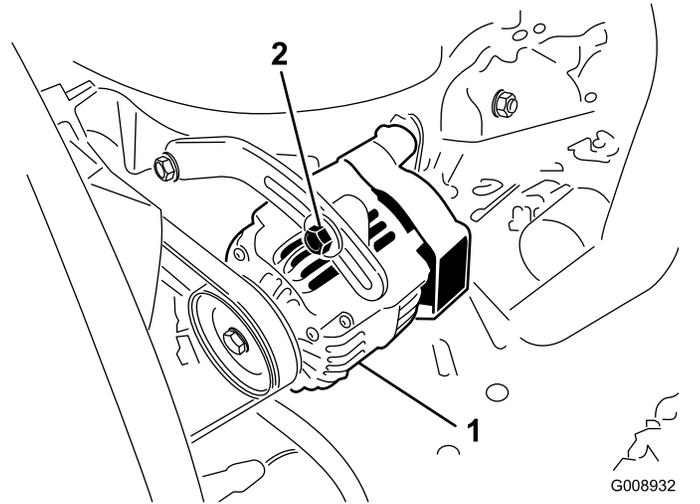

図 54
オアウターネータのベルト 図 54 は100運転時間ごとに点検します。
2. たわみが10 mm 程度でない場合には、オルタネータ取り付けボルト 図 54 をゆるめる。適当な張りに調整してボルトを締める。ベルトのたわみが適切に調整されたことを確認する。